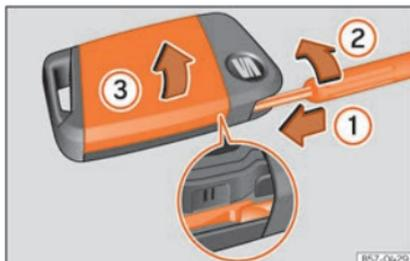

Fig. 87 Chave do veículo: abertura da tampa do compartimento da pilha.
- Introduza uma chave de fendas de folha plana na chave do veículo, pelo guia exterior da chave de emergência, aprox. 1 cm no sentido da seta »»» **Fig. 87 ①**.
- Rode a chave de fendas no sentido dos ponteiros do relógio até que a tampa se abra »»» **Fig. 87 ②**.
- Desloque a tampa no sentido da seta »»» **Fig. 87 ③** e retire-a »»» ❶.